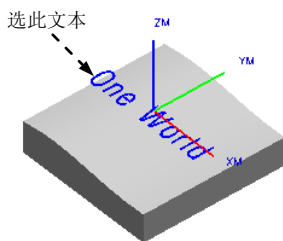

图 4.9.10 选取制图文本
Step2. 在绘图区中选取图 4.9.10 所示的文本，单击 **确定** 按钮返回到“轮廓文本”对话框。